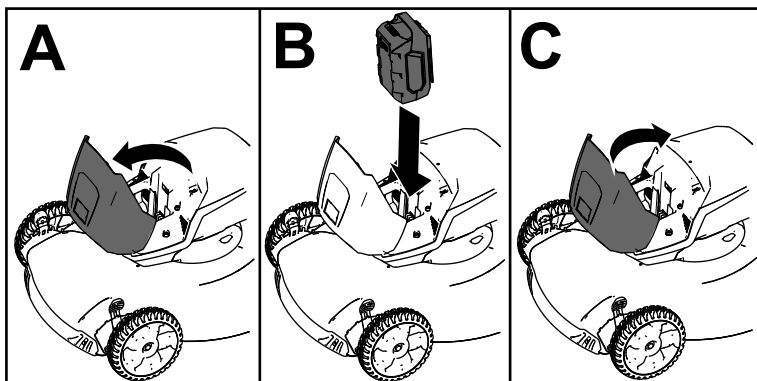

Figura 11
2. Ridicați capacul compartimentului pentru acumulator (A din Figura 11).
3. Aliniați canalul acumulatorului cu limba de pe mână și glisați acumulatorul în compartiment până când se fixează prin blocare (B din Figura 11).
4. Închideți capacul compartimentului pentru acumulator (C din Figura 11).